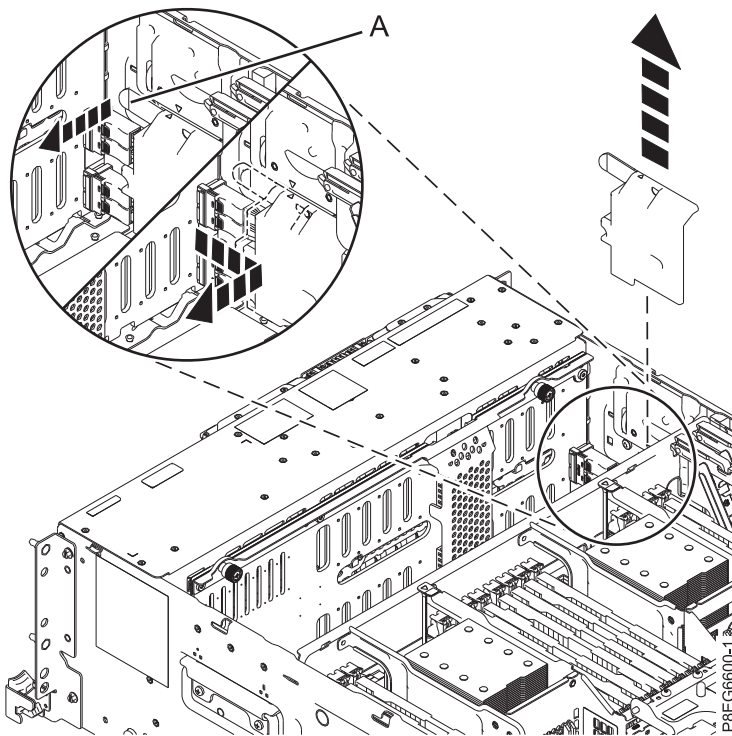

図 1. SAS ケーブル・カバーの取り外し
6. シャーシの側面から SAS ケーブル・カバーを取り外します。カバーのハンドルをつかんで、止め金が外れるまでカバーを引き出します。カバーを取り外すことができるまで、示されている方向にカバーを引き戻します。図 1 を参照してください。